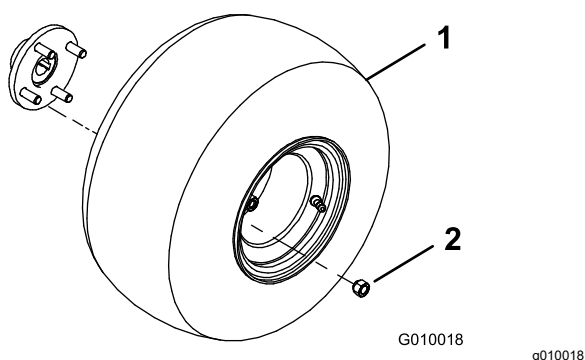

図 3
2. 後ホイールハブにホイールアセンブリを取り付ける 図 3。
3. ラグナット 図 3 を取り付けて、61-75 N·m 6.2-7.6 kg.m=45-55 ft-lb にトルク締めする。